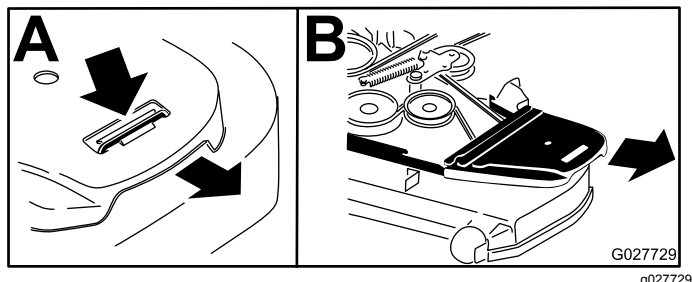

Figure 85
6. Déposez les couvercles de courroies ainsi que les boulons qui sont fixés dessus (Figure 85).